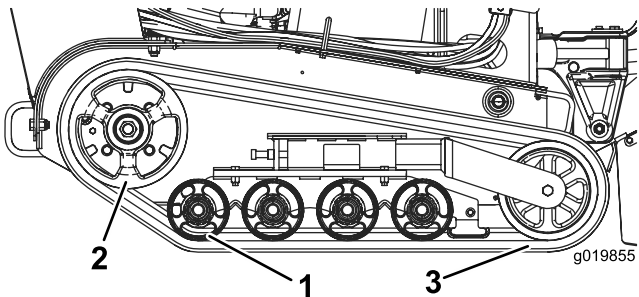

Figure 46
Important: Nettoyez soigneusement les galets de roulement et le pignon d'entraînement (Figure 46).
8. Pour installer la chenille neuve, commencez par l'enrouler autour du pignon d'entraînement, en veillant à ce que les crampons à l'intérieur de la chenille s'engagent correctement entre les entretoises du pignon (Figure 46).
9. Poussez la chenille sous et entre les galets de roulement arrière et central (Figure 46).